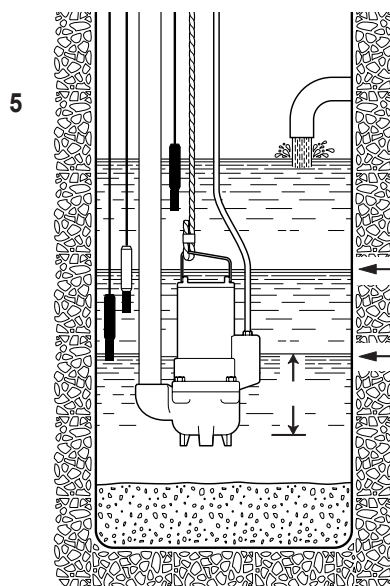
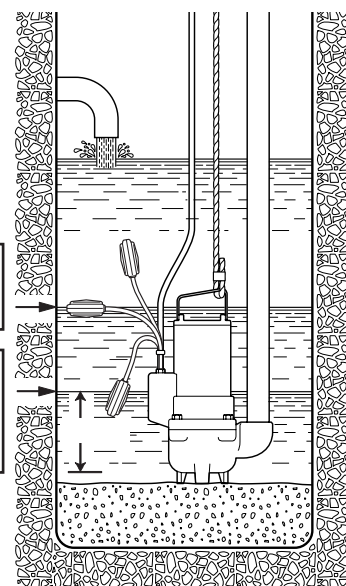

Fig. 3
Fig. 4
- Mobil installation med elpumpen placerad på brunnsens eller karetets botten (fig. 4) eller upphängd i en vajer eller kedja av motståndskraftigt material som är förankrad vid handtaget eller stödkroken (fig. 3).